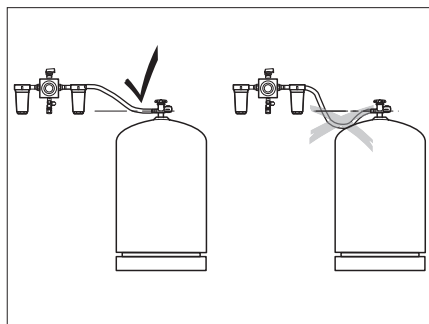

Fig. 231 Posa dei tubi flessibili ad alta pressione
- ▷ Nella posa dei tubi flessibili ad alta pressione verificare che i tubi siano sempre in pendenza verso l'alto (Fig. 231).